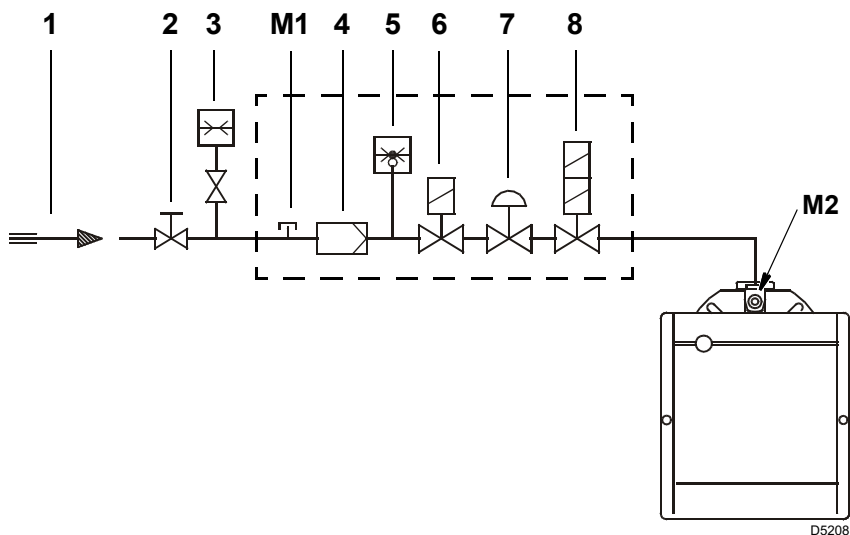

Abb. 16
Zeichenerklärung (Abb. 16)
Gasdruck, gemessen am Anschluss M2)(Abb. 16 auf Seite 18) unter folgenden Bedingungen:
- vom Gasdruck am Anschluss M2)(Abb. 16 auf Seite 18) den Druck in der Brennkammer abziehen.
Gasdruck am Anschluss M2)(Abb. 16 auf Seite 18)= 10 mbar
Um stattdessen den am Anschluss M2)(Abb. 16 auf Seite 18) notwendigen Gasdruck zu ermitteln, nachdem die höchste Modulationsleistung festgelegt wurde, bei der Brenner arbeiten soll:
- Rechts, in Spalte 1, den Druck am Anschluss M2)(Abb. 16 auf Seite 18) ablesen.
Am Anschluss M2)(Abb. 16 auf Seite 18) erforderlicher Druck.